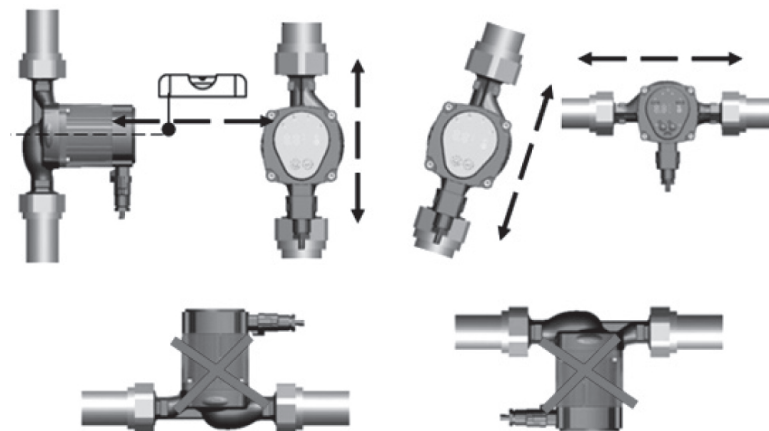

Рисунок 1. Правильное установочное положение двигателя
- вал двигателя насоса должен располагаться строго горизонтально (см. Рис. 1);